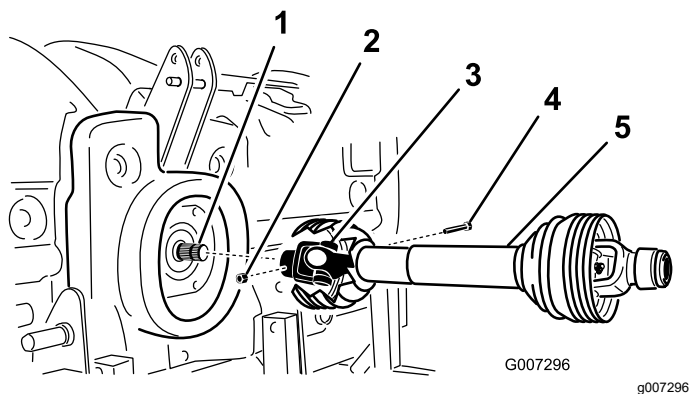

Figura 11
2. Montate l'albero di trasmissione della PDF sull'albero di ingresso della scatola degli ingranaggi della macchina (Figura 11) servendovi di un bullone ($\frac{1}{2}$ " x 3") e di un dado ($\frac{1}{2}$ ").